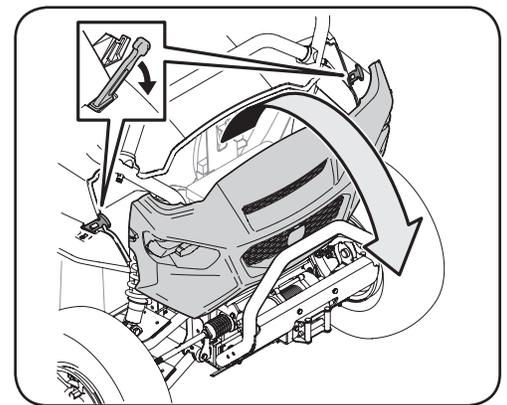

Figure 6-9
1. Décrochez les loquets du capot, puis abaissez le capot. Voir Figure 6-9.